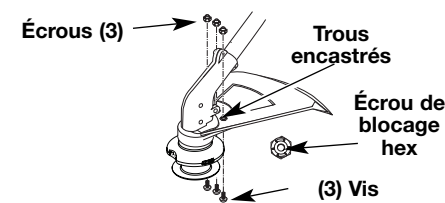

Fig. 5
- Placez un de trois fournis écrous de blocage hex dans l'un des trois trous encastrés, sur le dessus du protecteur d'accessoire de coupe (Fig. 5).
- Introduisez une vis dans le trou du bas du protecteur d'accessoire de coupe. Vissez-la dans l'écrou posé à l'étape 2 (Fig. 5). Évitez de serrer.